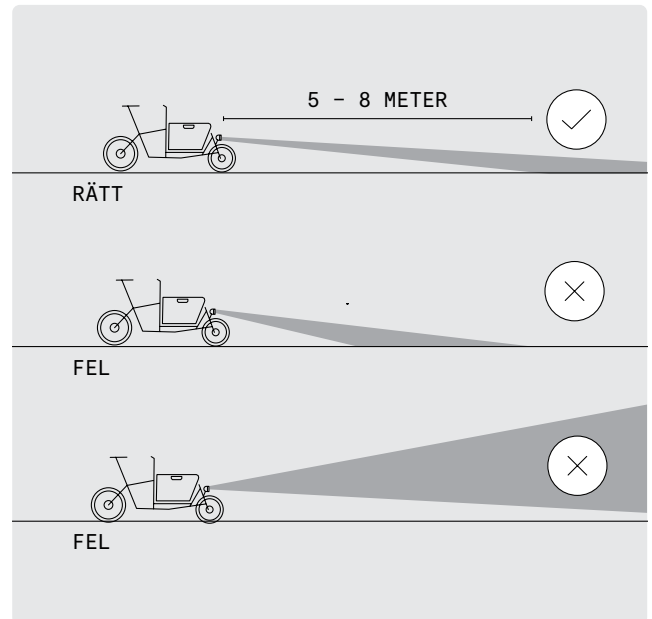

BILD 51
→ Se därför till att belysningen inte är ställd så att den lyser uppåt. (Bild 51)
- 2 Rikta in belysningen så att ljuskäglan träffar marken 5 - 8 meter framför framhjulet (Bild 51).